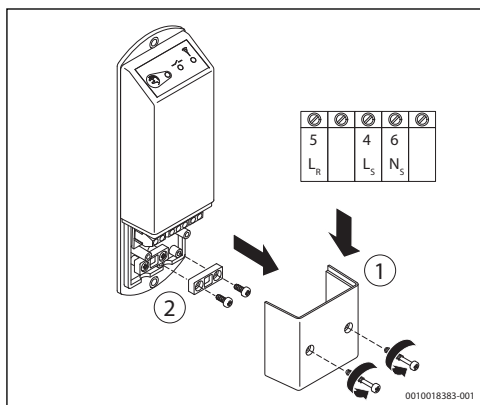

Fig. 9 Désignations de borne
- ▶ Retirer le revêtement du récepteur de radio (→ fig. 9).